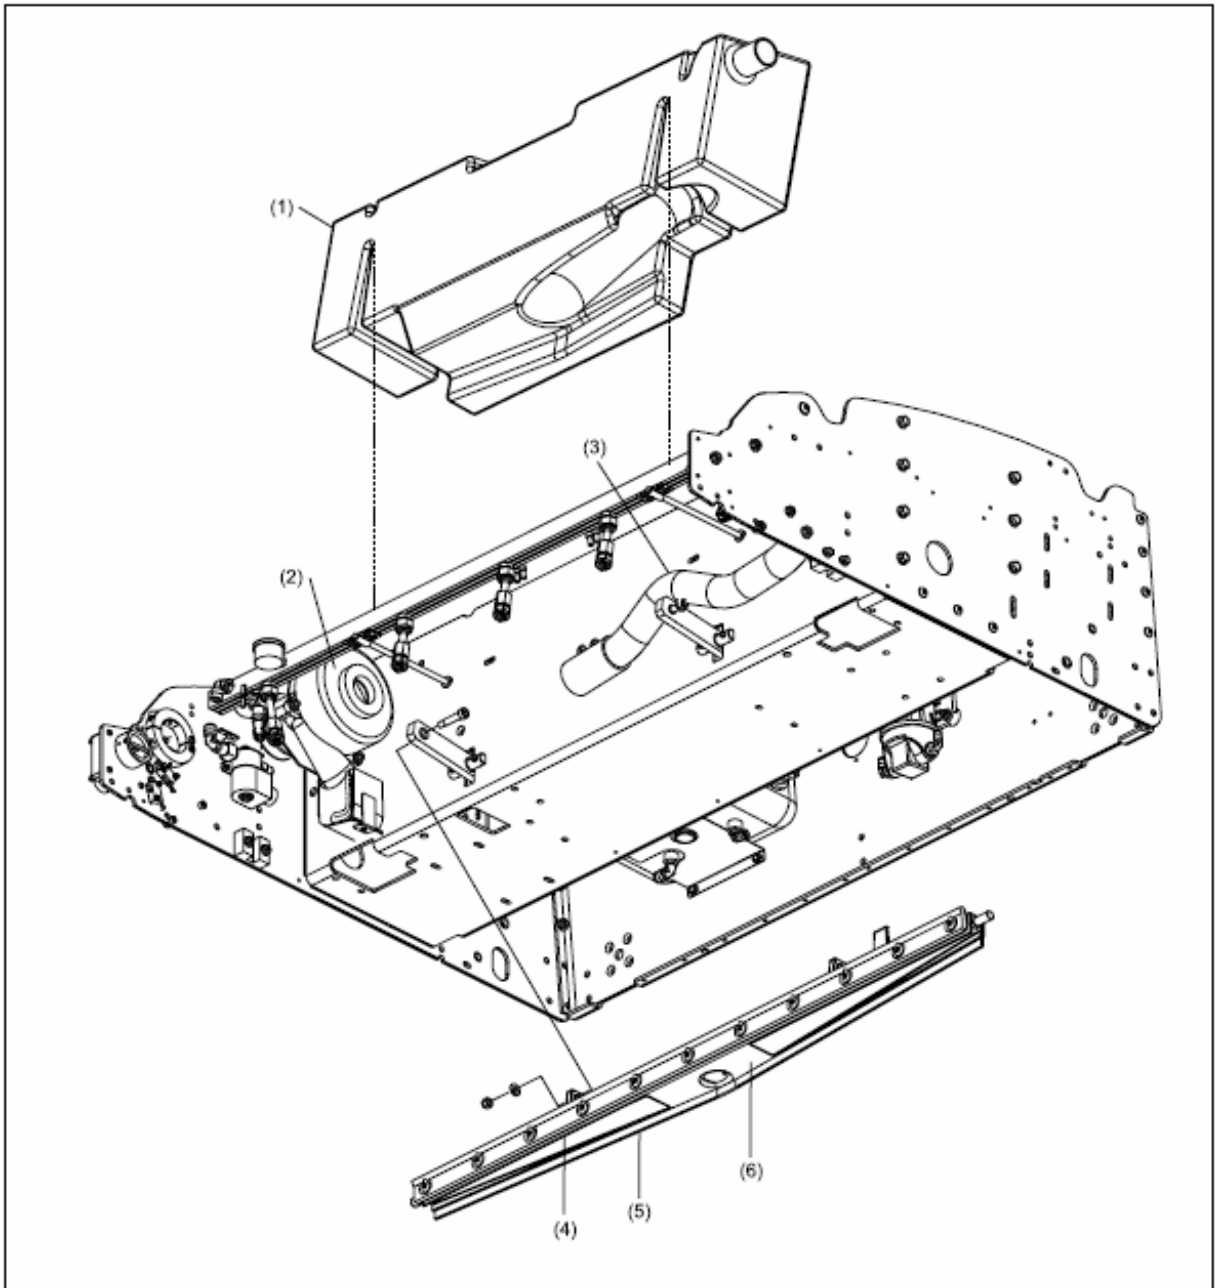

Figure 6-3. Système d'aspiration du dégraissant –Vue de dessous
3. La mousse absorbante mélange le dégraissant sur la piste pour mieux retirer la saleté et l'huile. Référez-vous à la Figure 6-3.
4. L'ensemble du Squeegee et d'aspiration retire le dégraissant et l'huile de la piste et les récupère dans le bac de récupération de produit sale. Référez-vous à la Figure 6-3.